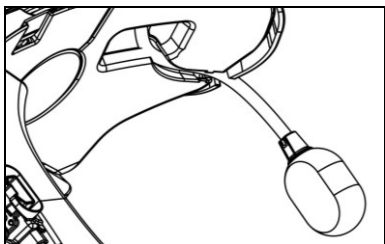

Fig. 9
- Positioneer de microfoon in de daarvoor bestemde zitting rechts in de helm, en koppel het metalen deeltje vast in de gleuf in de koppeling van het kinstuk (Fig. 9).